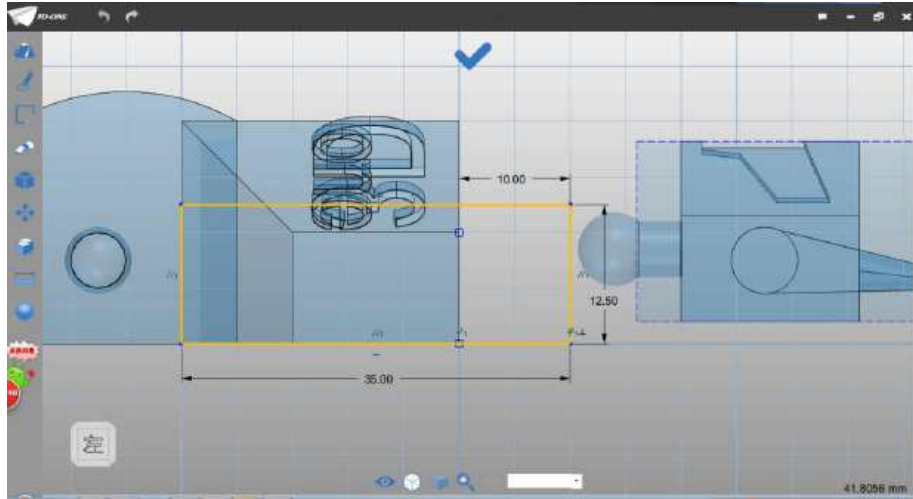

图 3-2
Step 2 根据网格点属性,参照下图尺寸绘制 12.5*30 的矩形(尺寸不用标注), 如下图 3-2 所示: